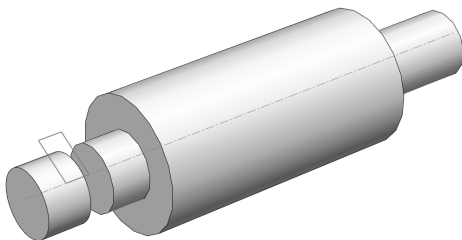

图 5-27 创建旋转切除特征
(5) 执行操作后, 即可创建旋转切除特征, 效果如图 5-27 所示。